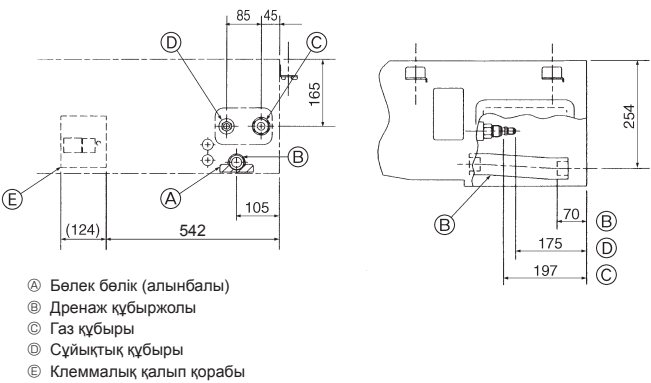

Fig. 3-2
①	Жуу құралы	4 дана + 4 дана (оқшаулағышпен)
②	Құбыр қақпағы	1 дана Үлкен өлшем (газ құбыры үшін)
③	Құбыр қақпағы	1 дана Шағын өлшем (сұйықтық құбыры үшін)
④	Қамыт	4 дана
⑤	Төкпе құбыршегі	1 дана
⑥	Қамыт	2 дана
⑦	Дренаж құбыржолының қақпағы	1 дана
⑧	Сүзгі элементі	12 дана
3.2. Орнатуға арналған дайындық (Fig. 3-2)